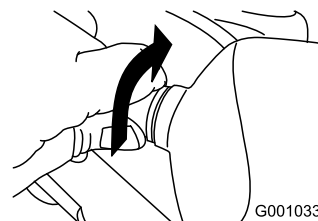

Figura 53
2. Rode a base da lâmpada no sentido contrário ao dos ponteiros do relógio até que pare (Figura 53).